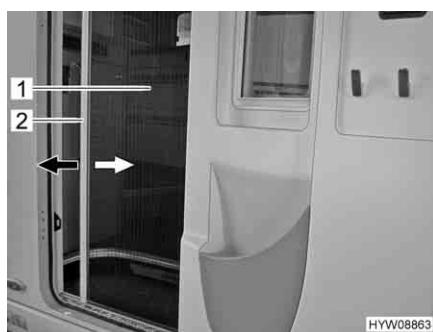

Fig. 32 Protezione contro gli insetti (porta di ingresso)
- Afferrare la barra di presa (Fig. 32,2) con entrambe le mani ed estrarre con movimento uniforme la protezione contro gli insetti (Fig. 32,1) dall'alloggiamento della porta.
- Apertura:* ■ Afferrare la barra di presa (Fig. 32,2) con entrambe le mani e spingere la protezione contro gli insetti (Fig. 32,1) nell'alloggiamento della porta esercitando una leggera pressione.